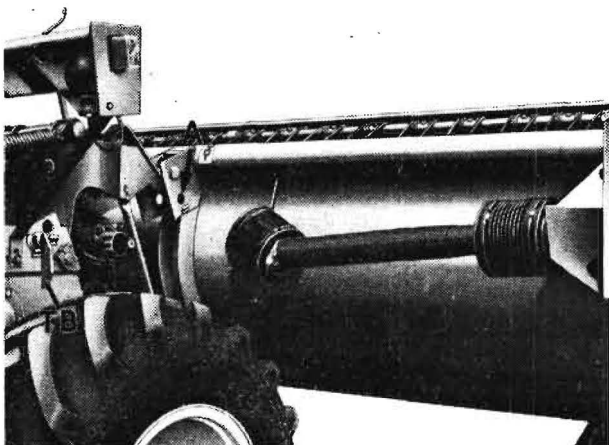

Bild 8/12
- Vor dem Feldeinsatz sind die Transportsicherungsbolzen TB der oberen Hubarme zu entfernen und als zusätzliche Sicherung gegen ein Herausspringen des Schneidwerkes in die Bohrung A am Schneidwerk zu stecken! (Bild 8/7 und 8/12).